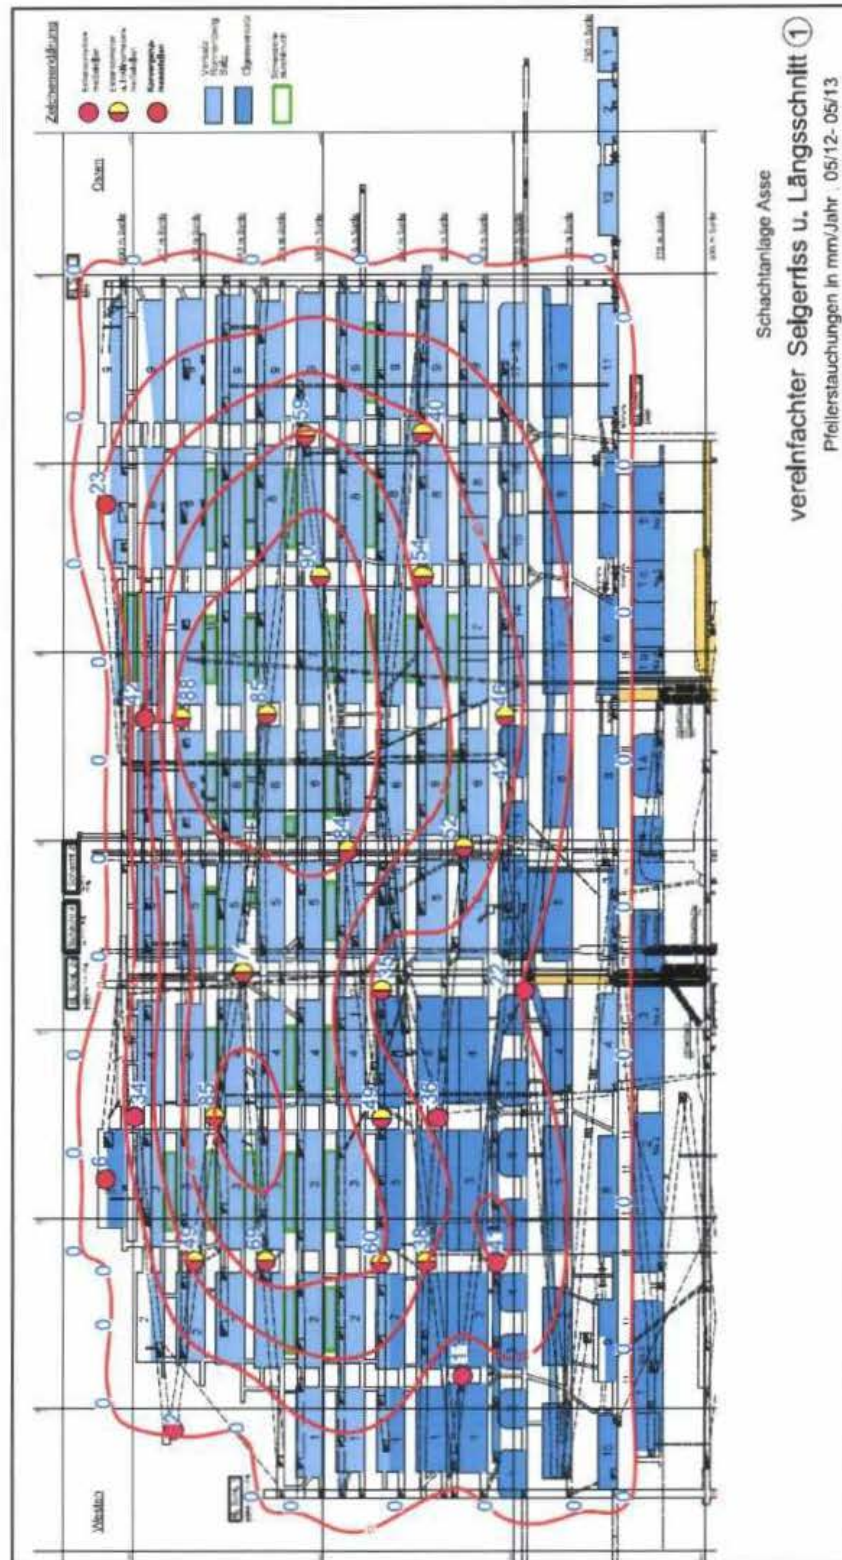

Abbildung 3: Linien gleicher Pfeilerstauung [mm/a] mit Konvergenz-
In der Abbildung 3 sind die Linien gleicher Pfeilerstauchungen im Baufeld der Südflanke unter Einbeziehung der Konvergenzmessstellen in den Abbauen 3 und 8 der 490-m-Sohle abgebildet. Die Harmonisierung der Pfeilerstauchungen im Baufeld der Südflanke setzt sich weiter fort. Die maximale Stauchungsgeschwindigkeit beträgt 90 mm/a.
- Abbildung 3: Linien gleicher Pfeilerstauchung [mm/a] mit Konvergenzmessstellen in den Abbauen 3 und 8 der 490-m-Sohle